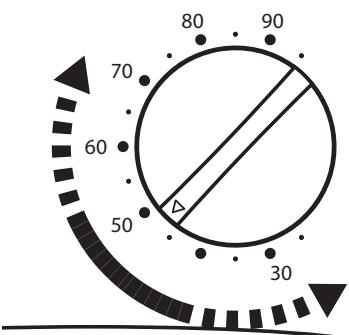

ABB. 13: Regler
2. Stellen Sie den Regler auf den bekannten Feuchtigkeitswert im Bereich „ABB. 13: Regler“.